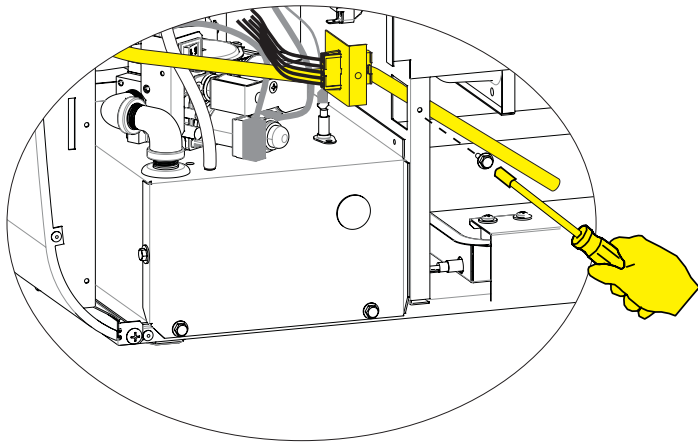

Figure 9
12. Insérez l'extrémité droite du tube de condensat métallique dans le panneau de séparation et fixez le support du tube de condensat avec la vis retirée à l'étape 10. Assurez-vous que le tube de condensat se décharge dans le bac chauffant devant les tubes de l'échangeur de chaleur et que le «L» L'extrémité en forme de tube du tube est dirigée vers le four mural. **Voir Figure 9.**